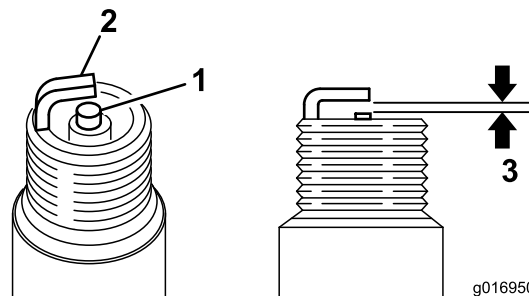

Figure 35
3. Réglez l'écartement des électrodes entre 0,6 et 0,7 mm (Figure 35). Posez la bougie avec l'écartement correct et serrez-la fermement à 23 Nm.